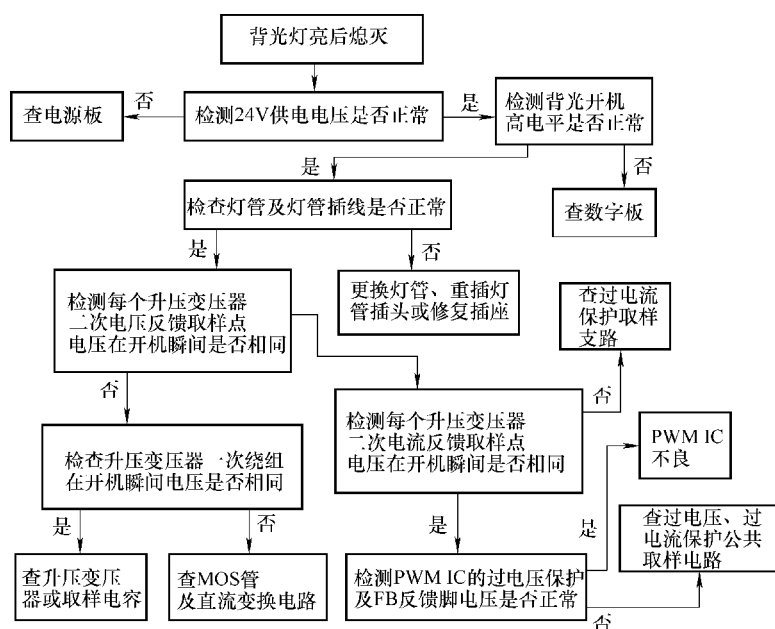

图 5-23 液晶彩电背光灯亮后熄灭的检测方法
- 13. 液晶彩电背光灯亮后熄灭的检测方法（见图 5-23）